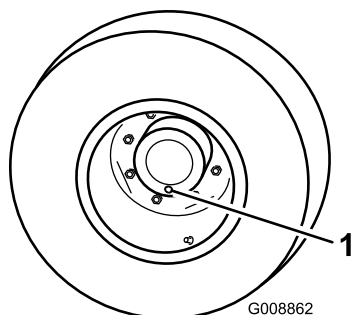

Figura 88
1. Con la macchina parcheggiata su una superficie piana, posizionate la ruota in modo che i tappi di controllo si trovino nella posizione inferiore (ore sei) (Figura 88).